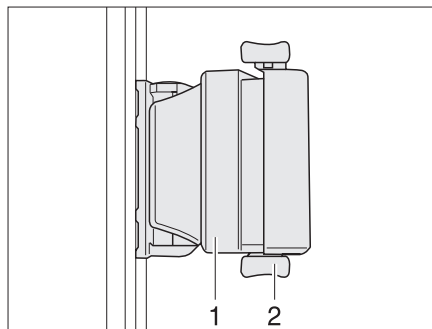

Bild 61 Schiebefenster mit Druckverriegelung
- Verriegelung (Bild 61,2) nach oben drücken.
- Griff (Bild 61,1) drücken und gleichzeitig nach vorn oder hinten schieben.